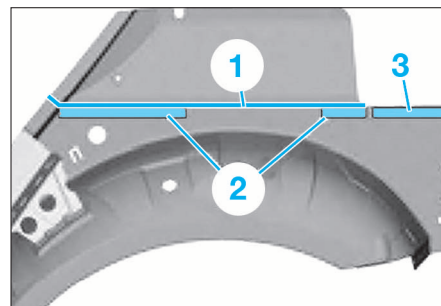
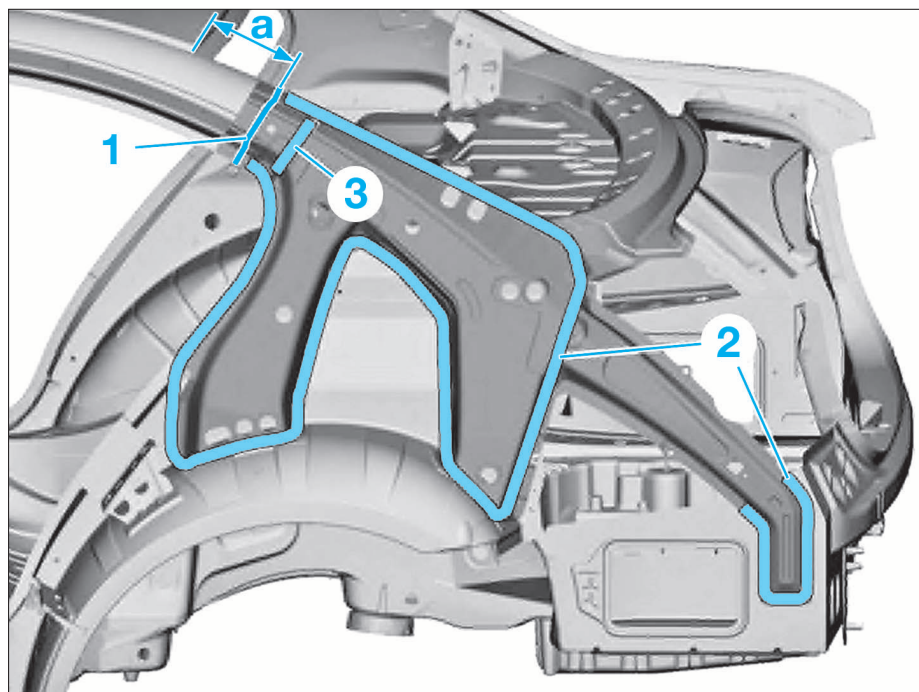

FIG. 29
FIG. 27
• Tracer la ligne de coupe (1) à la cote spécifiée puis effectuer la découpe (Fig.27).
• Défaire les cordons de soudure dans les zones (2).
• Préparation de la pièce neuve (Fig.29) :
- tracer l'élément neuf en fonction de la ligne de coupe sur le véhicule + 20 mm de supplément de matière puis effectuer la découpe (1)
- dans la zone (3), glisser la pièce de rechange sous la bride de soudure
- effectuer des soudures en bouchon dans les zones (2) et (3).
• Appliquer de la colle pour vitre sur les éléments d'insonorisation des corps creux (3) (Fig.27 et 28).